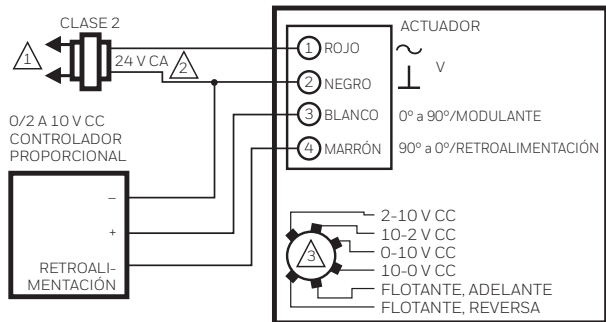

Fig. 14. Cableado para el control proporcional modulante (0/2 a 10 V CC), MS75 (se muestra) y MS71.
- Señal de entrada de V CC: aplique la señal 5 a 6 V CC en el cable de control (BLANCO). Consulte la Fig. 14.
- Señal de entrada de mA: aplique la señal de 10 a 12 mA en el cable de control (BLANCO). Consulte la Fig. 14.
- Flotante: aplique 24 V CA en el cable 0° a 90° (3) o 90° a 0° (4) que corresponda hasta que el dispositivo alcance el 50 %.